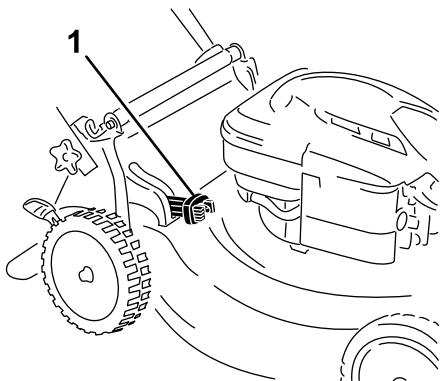

Figura 21
- **Pentru a colecta resturile de iarbă și de frunze,** apăsați butonul de pe maneta sac colectare la cerere și deplasați maneta în față până când se ridică butonul de pe manetă (Figura 21).